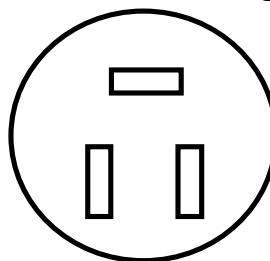

Рис. 1
- с. При подключении розеток соблюдать правильность подключения проводов L, N и PE в соответствии с рис. 1